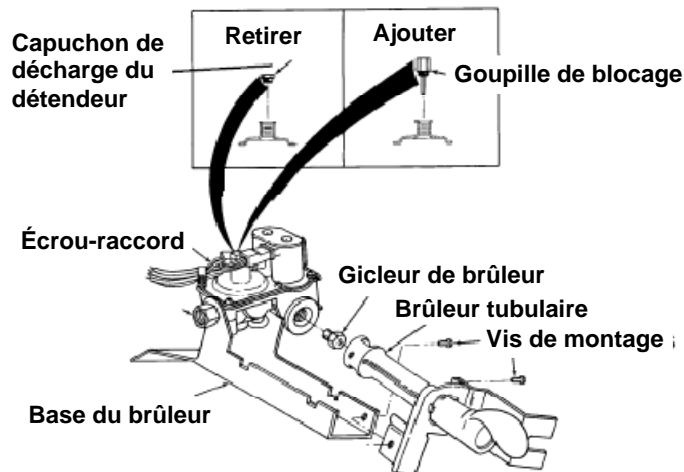

FIGURE 4
- Retirer le brûleur tubulaire de l'ensemble en retirant les deux (2) vis qui le maintiennent à la base du brûleur. Voir *Figure 4*.
- Ôter le gicleur de brûleur de l'électrovanne et le remplacer par le gicleur adapté fourni avec cet ensemble. Le numéro du gicleur est poinçonné sur l'une des faces de sa tête hexagonale. Bien serrer. Voir *Figure 4*.
15. Ôter le capuchon de décharge (dispositif de réduction des fuites) du détendeur. Voir *Figure 4*.
16. Visser la nouvelle goupille de blocage avec les doigts. Ne pas la serrer plus d'1/8 de tour pour assurer l'étanchéité. Voir la *Figure 4*.
- Vérifier que le capuchon de décharge du détendeur est remplacé par la goupille de blocage conformément à la *Figure 4* (modèle de style "A" uniquement).